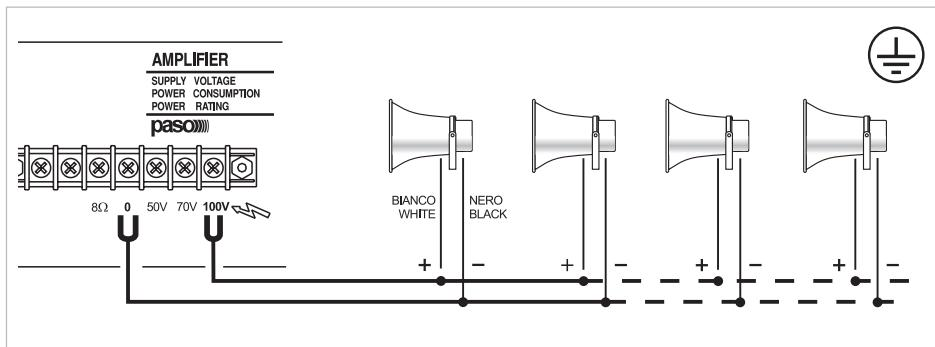

Fig. 1
È consigliabile, per motivi di sicurezza, porre particolare cura nella connessione a terra del telaio e nel fissaggio dei diffusori alla struttura portante (parete, soffitto, palina, traversino, ecc.). Tutti i diffusori devono essere collegati in derivazione alla linea a tensione costante (vedi esempio in fig. 1).
For safety reasons, it is advisable to pay special attention when securing the speakers to the structure used to support it (wall, ceiling, stake, cross-member, etc.). All speakers have to be connected to the constant voltage line (see example in Figure 1).
- Collegare le terminazioni del cavo uscente dal diffusore alla linea di distribuzione 100V (vedi fig. 1). **Si raccomanda di porre particolare attenzione alla polarità.**
- Connect the ends of the cable leading out from the horn to the 100 V distribution line (see Figure 1). **Careful attention should be required for the polarity.**
Le diffuseur sonore à pavillon TRX20-TW est entièrement réalisé en aluminium. Le type de fabrication et les matériaux utilisés permettent de l'installer en extérieur ainsi qu'en milieu particulièrement humide (par exemple dans les piscines). Pour des raisons de sécurité, il est important d'accorder tout le soin nécessaire au raccordement à la terre de la structure et à la fixation des diffuseurs à la structure porteuse (paroi, plafond, poteau, traverse, etc.) Tous les diffuseurs doivent être raccordés en dérivation à la ligne à tension constante (voir l'exemple de la fig. 1).
Der Trichterlautsprecher TRX20-TW ist vollständig aus Aluminium gefertigt. Die Art der Fertigung und die verwendeten Materialien machen seine Verwendung auch im Außenbereich oder in besonders feuchten Räumen möglich (Schwimmbäder, usw.). Aus Sicherheitsgründen empfiehlt es sich, besonders sorgfältig beim Anschluss der Erdschutzleitung des Rahmens und bei der Montage der Lautsprecher an Tragstrukturen (Wand, Decke, Pfosten, Querträgern usw.) vorzugehen. Alle Lautsprecher müssen mit Nebenschluss schaltung an die Leitung für konstante Spannung angeschlossen werden (siehe Beispiel in Abb. 1)
Fig./Abb. 1
- Brancher les terminaisons du câble arrivant du diffuseur à la ligne de distribution à 100V (voir fig. 1) **en veillant à bien respecter les polarités.**
- Verbinden Sie die Endstücke des aus dem Lautsprecher austretenden Kabels an die 100V-Verteilerleitung (siehe Abb. 1). **Beachten Sie dabei insbesondere die Polungen.**